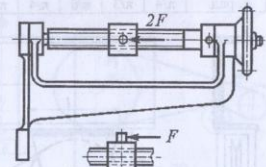

Рис. 25
7. Рассчитать винт и гайку механизма отводки муфты (рис. 25). Сила $2F$, действующая на гайку, приведена в табл. 25. Резьба упорная (ГОСТ 10177-62), однозаходная. Недостающими данными задаться.